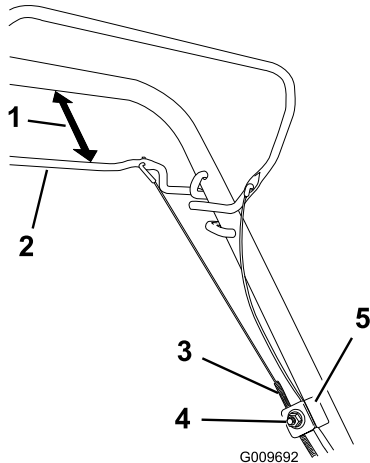

Figura 30
1. Afloje la tuerca del soporte del cable (Figura 30).
2. Sujete la barra de la transmisión autopropulsada a una distancia de 25 a 38 mm (1 a 1-1/2 pulgadas) del manillar (Figura 30).
3. Tire hacia abajo de la cubierta del cable (hacia la máquina) hasta eliminar la holgura del cable (Figura 30).